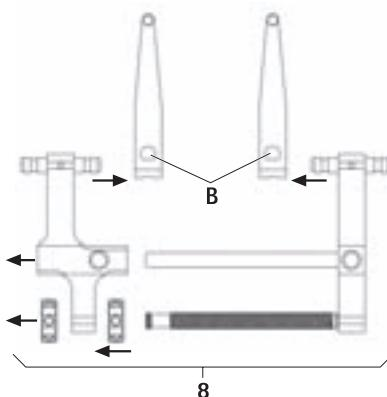

Рис. 4
- ▶ Демонтаж дистрактора 8 с дистракционными пластинами, см. Рис. 4: Задействовать задвижку В и извлечь дистракционную пластины FW239R.